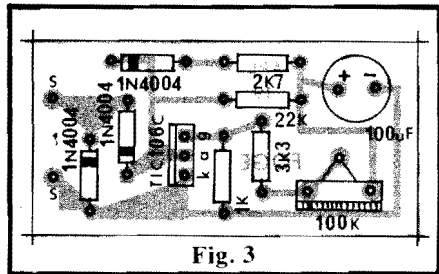

Fig. 3
- **FIG. 3** - A montagem propriamente está na fig. 3, que mostra o "chapeado" (estilização dos componentes sobre o lado não cobreado da placa) do FOGE. Os cuidados principais devem ser dirigidos ao posicionamento dos componentes polarizados (diodos, capacitor eletrólítico e SCR), que têm jeito **certo e único** de serem inseridos na placa, já que qualquer inversão na posição dessas peças redundará no **não funcionamento** do circuito (além do eventual dano ao próprio componente erroneamente ligado). Embora o "chapeado" em si seja muito claro, quem ainda tiver alguma dúvida deve consultar o TABELÃO (junto às INSTRUÇÕES GERAIS, de acordo com as informações da Concessionária Exclusiva...) antes de iniciar a colocação e soldagem dos componentes. Observar os diodos quanto às posições das faixas contrastantes indicativas dos terminais de **catodo**. A lapela metálica do SCR (TIC106C) deve, na placa, ficar voltada para os três diodos 1N4004. Quanto ao capacitor eletrólítico, sua polaridade (terminais + e -) está indicada no corpo da peça, ou então o hobbyista deve lembrar-se que o terminal mais longo correspondente sempre ao **positivo** (+), no caso de capacitor com terminais **radiais** (ambas as "pernas" saindo do mesmo lado da peça), enquanto que os capacitores com terminais **axiais** (cada "perna" saindo de um lado...) têm seu **positivo** referenciado pelo ressalto existente na extremidade do corpo cilíndrico do componente... Todos os componentes posicionados e soldados, uma rigorosa verificação final de ser feita lembrando sempre que tensões e correntes consideráveis estão envolvidas no funcionamento do FOGE e que assim